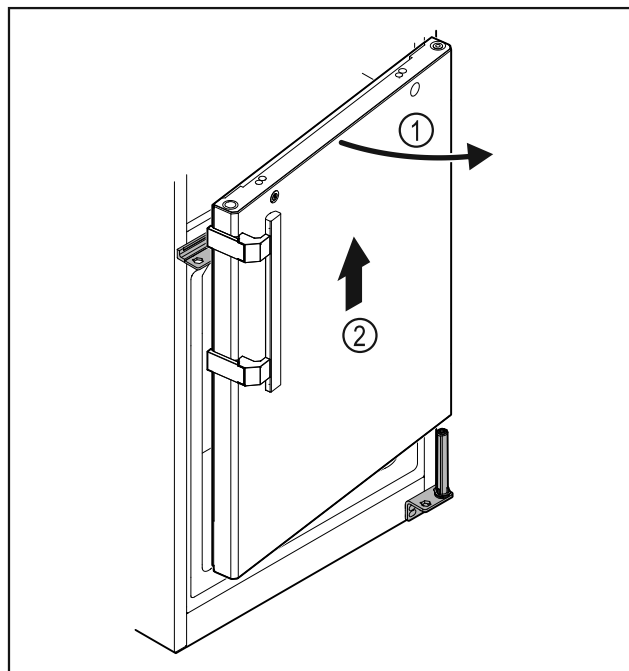

Fig. 29
- Aprire di poco la porta Fig. 29 (1), sollevarla di ca. 200 mm verso l'alto in senso orizzontale e rimuoverla Fig. 29 (2).